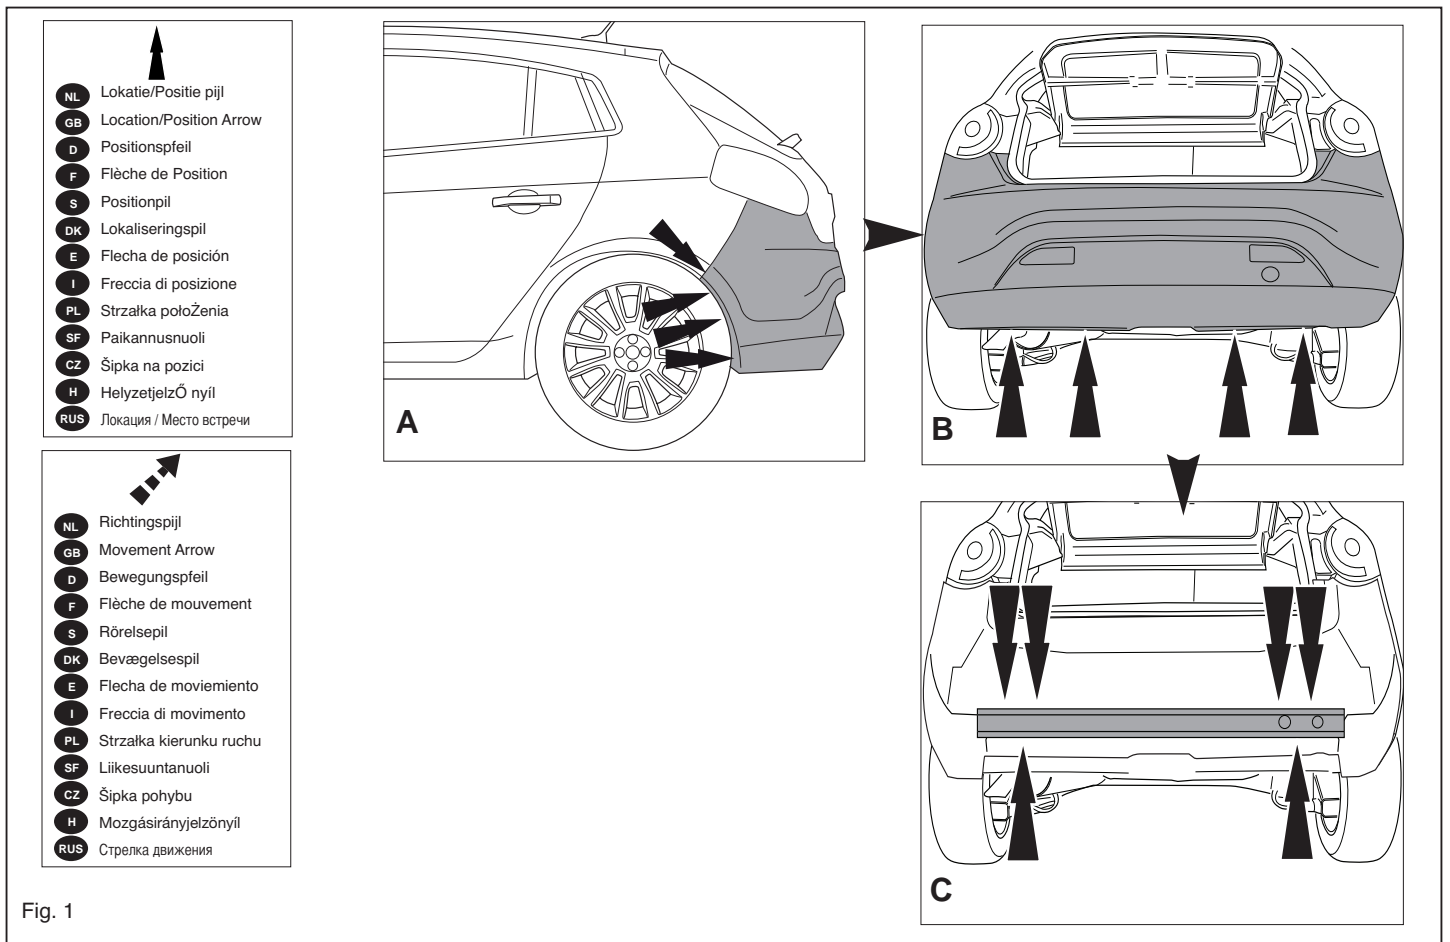

Fig. 1
1. Remove the bumper and the steel buffer beam from the vehicle. The buffer beam will no longer be needed. (See figure 1).
1. Die Stoßstange einschließlich des stählernen Stoßbalkens vom Fahrzeug abmontieren. Der Stoßbalken wird nicht mehr benötigt. (Siehe Abbildung 1).